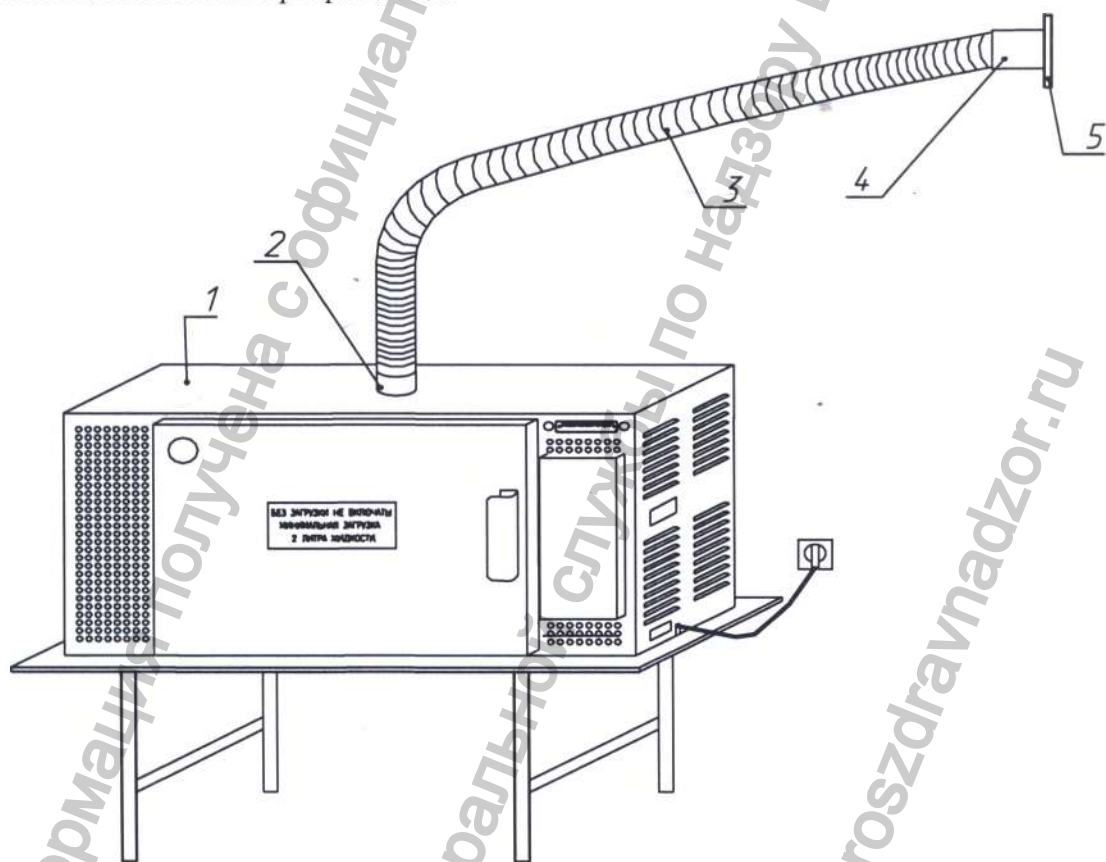

Рис.1. Общий вид установки «УОМО-Т150»
7.1. Общий вид установки УОМО-Т150 с одной дверью показан на рис. 1.